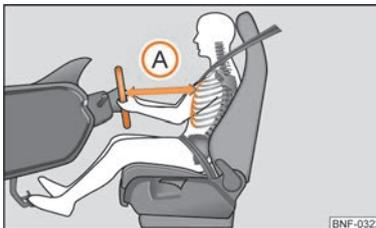

Abb. 78 Sicherer Abstand zum Lenkrad
- Für den Fahrer und Beifahrer ist es wichtig, einen Abstand von mindestens 25 cm zum Lenkrad bzw. zu der Schalttafel einzuhalten ⇒ Abb. 78 (A). Wenn Sie den Mindestabstand nicht einhalten, kann Sie das Airbag-System nicht schützen - Lebensgefahr! Außerdem müssen die Vordersitze immer der Körpergröße entsprechend richtig eingestellt sein.